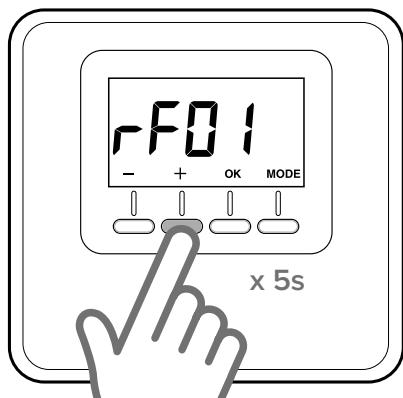

Fig. 7
- Pulsar nuevamente la tecla “+” 5 segundos para acceder a los parámetros técnicos. El display muestra el parámetro “rFO1” (Fig. 7)